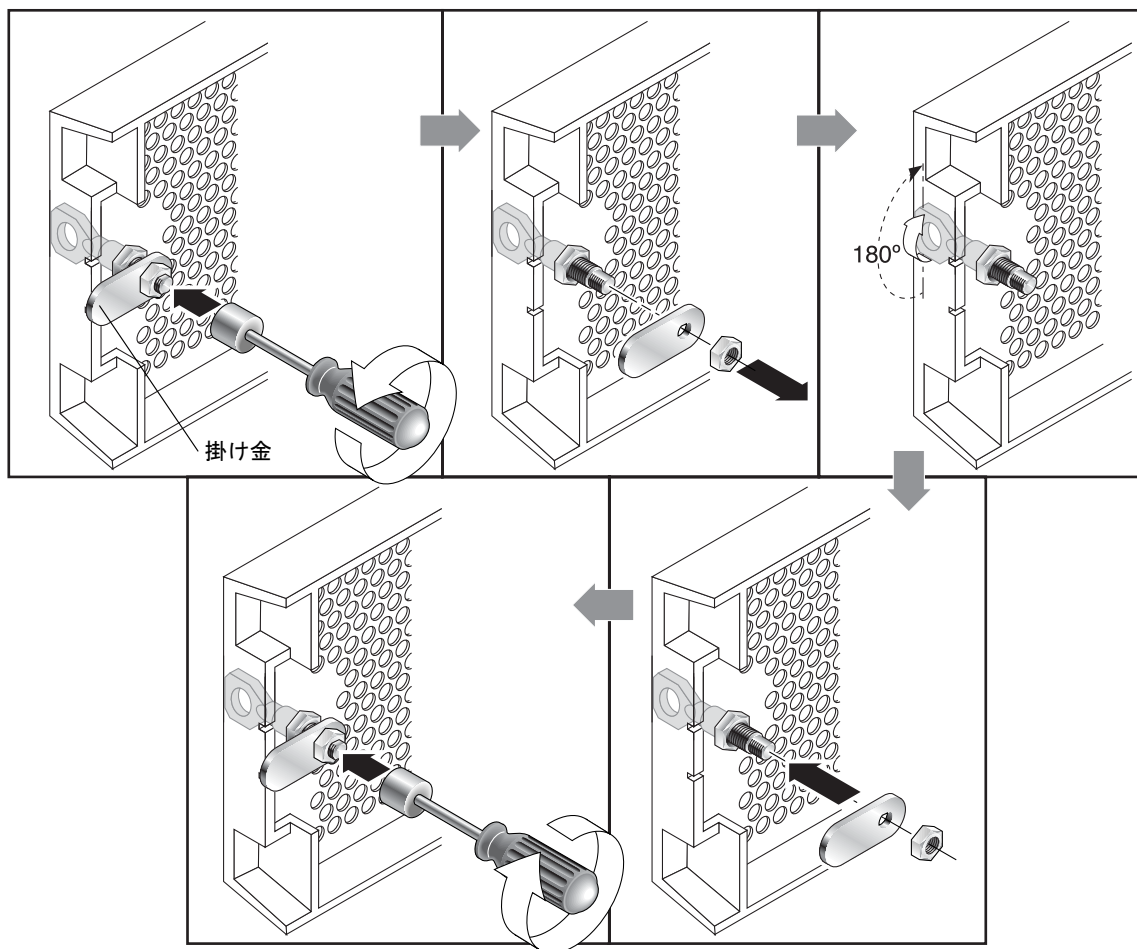

図 4-2 鍵を抜き取ることができないように正面ベゼルロックを変更する手順
1. スイングアームをゆっくり回してイヤースocketから外し、ベゼルを取り外します。鍵がロック位置にあることを確認してください。掛け金が水平方向にベゼルの端から飛び出した状態がロック位置です (図 4-2 の最初のパネルを参照)。
2. 鍵が回らないように保持しながら、12 mm か 3/8 インチのナットドライバを使用して、掛け金を固定しているナットを外します (図 4-2 の最初のパネルを参照)。
3. 掛け金を持ち上げて、ロック本体のネジ部から外します (図 4-2 の 2 番目のパネルを参照)。
5. 鍵を使用してロックを 180 度回転します (図 4-2 の 3 番目のパネルを参照)。
6. 掛け金を、外したときと同じ向きで元の位置に戻します (図 4-2 の 4 番目のパネルを参照)。
7. 鍵が回らないように保持しながら、ナットドライバを使用して掛け金を固定するナットを締めます (図 4-2 の 5 番目のパネルを参照)。ネジ山をつぶさないように注意して締めてください。